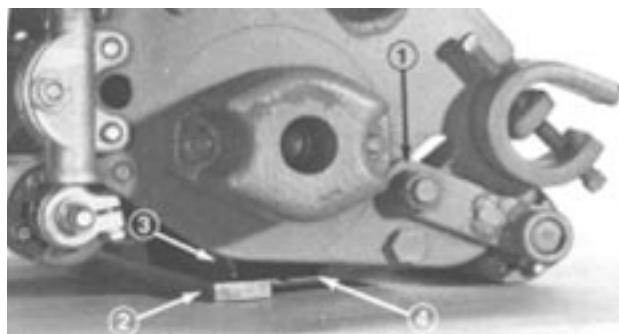

図 16
1. カッティングユニットに後ローラと刈り高ブラケットを取り付ける。刈り高を 6 mm 以下に設定する場合には、ブラケットの 1 つをスロットの一番下から 3 mm の位置に取り付けてキャップスクリュのナットを締める。もう一方のブラケットは仮止めとする(図 16)。刈り高を 6 mm 以上に設定する場合には、ブラケットの 1 つをスロットの中央位置に取り付けてキャップスクリュのナットを締める。
2. リール刃の下に厚さ 6 mm あるいはそれ以上の鋼板を差し入れ、ベッドナイフの縁に密着させる(図 16)。